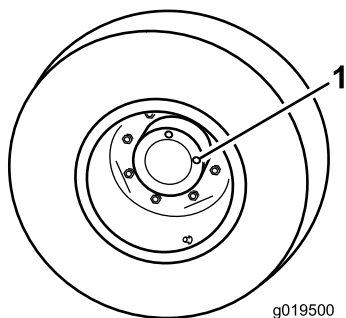

Figura 15
1. Com a máquina numa superfície plana, posicione a roda de forma a que 1 tampão de verificação fique na posição das 12 horas e o outro na das 3 horas (Figura 15).
2. Retire o tampão da posição das 3 horas (Figura 15).